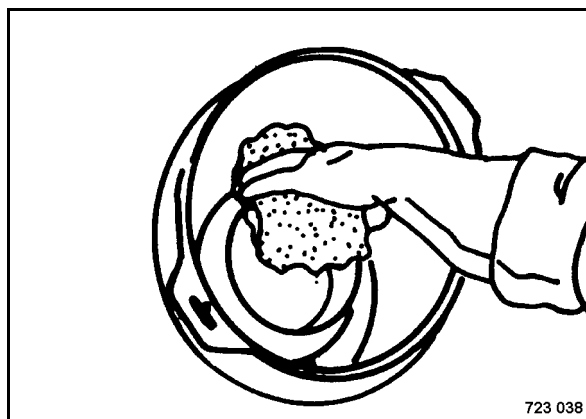

Fig. 142
- Pulire la superficie di tenuta del tubo di scarico (Fig. 142).